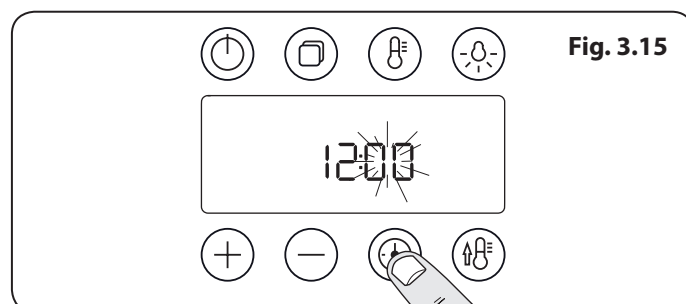

Fig. 3.15
3. Toucher le bouton « minuterie » et les minutes clignoteront. Utiliser les boutons [+] ou [-] pour régler les minutes (**Fig. 3.15**).